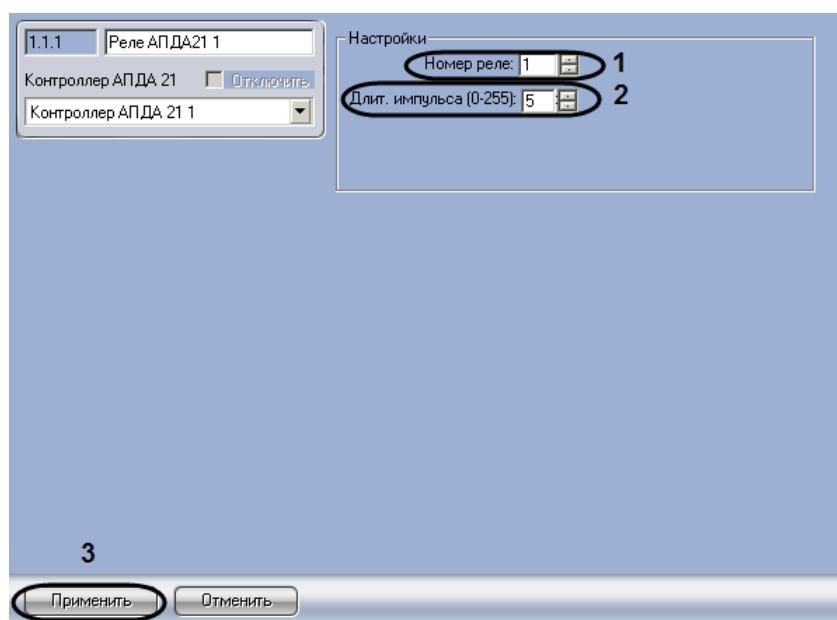

Рис. 3.5—2 Настройка дополнительного реле
2. В поле **Номер реле:** ввести с помощью кнопок **вверх-вниз** номер реле (возможные значения **1 и 2** для контроллера АПДА.21, для контроллера АПДА.41 – **1, 2, 3 или 4**) (см. Рис. 3.5—2, 1).
3. В поле **Длит. импульса (0-255):** ввести с помощью кнопок **вверх-вниз** длительность импульса в секундах срабатывания реле (возможные значения от 0 до 255) (см. Рис. 3.5—2, 2).
4. Для сохранения внесенных изменений нажать кнопку **Применить** (см. Рис. 3.5—2, 3).